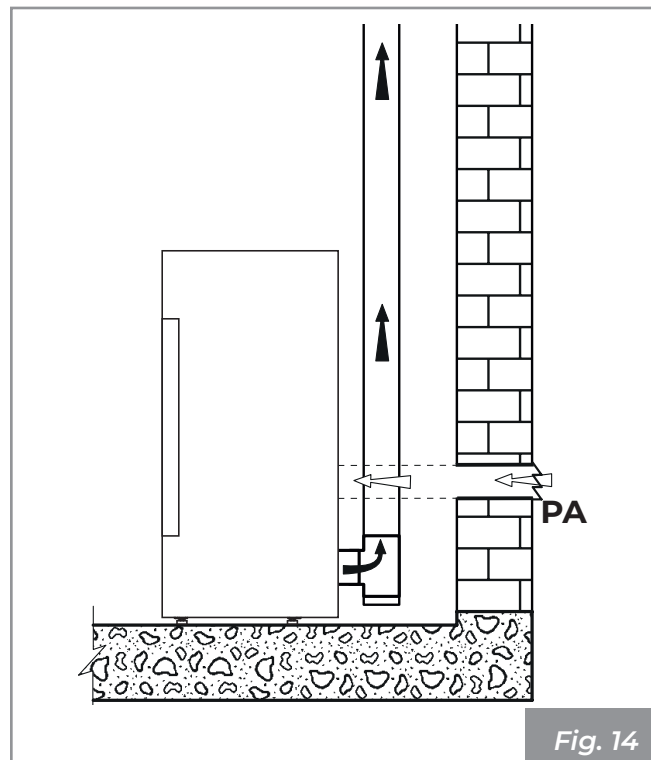

Fig. 14
- il peut provenir du lieu d'installation ou de pièces voisines (Fig. 14)
Réaliser la prise d'air sur la paroi (Fig. 14 - PA = Prise d'Air) et laisser l'appareil libre d'aspirer l'air dans la pièce, en prenant soin de raccorder la partie ondulée du tuyau (si fournie) sur le tuyau d'arrivée d'air, en la fixant avec le collier de serrage et en la pliant légèrement vers le bas afin de prévenir d'éventuels effets de résonance.